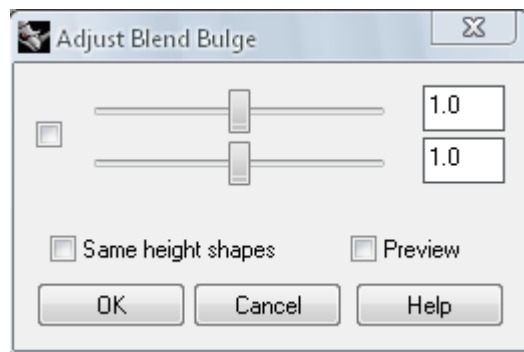

Figura 5.32
49.- Aparecerá la ventana de diálogo “Adjust Blend Bulge”, en las dos casillas seleccionar “1.0”, como se muestra en la figura 5.32, dar en “OK”